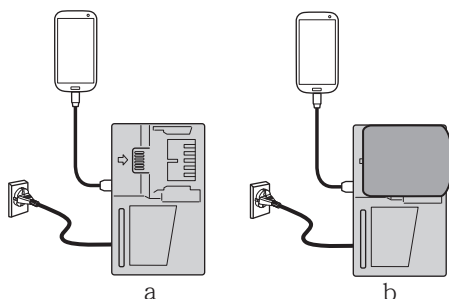

图 15
- (1) 选择充电方式
- 将 USB 设备插入插座进行充电（图 15-a）。
- 将 USB 设备和电池插入插座进行充电。（图 15-b）